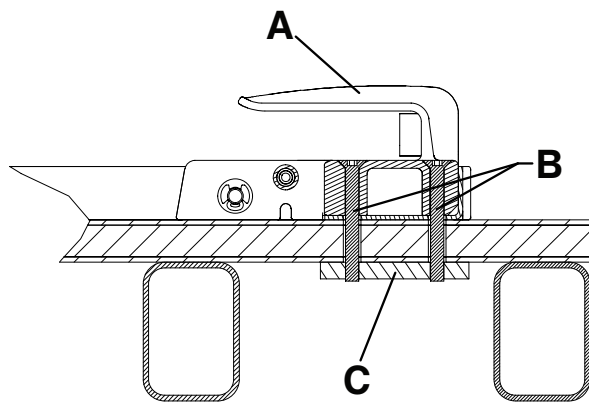
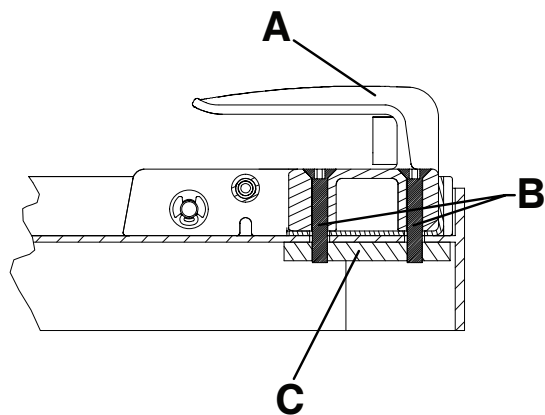

Figura 9 – Extremo de la cabeza de montaje en suelo
Figura 10 – Extremo de la cabeza de montaje en bandeja - Vista 4B
- Se necesita una placa de apoyo de acero (C) (o equivalente) para tener un apoyo adicional (no suministrada) (Figura 9 o Figura 10).